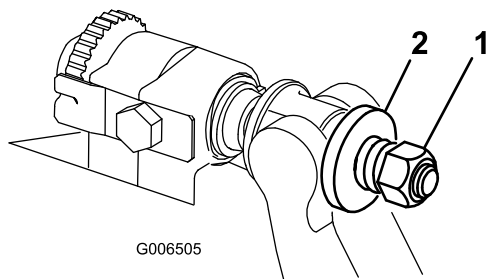

図 39
4. スプリングがつぶれるまでテンションナットを締め、そこから半回転戻す 図 39。